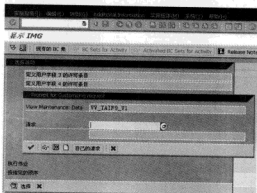

图 4-2 保存配置产生传输请求号
(1) 传输请求配置命令 SE09/SE10。在 SAP 系统中如果创建或修改了系统文件、配置、程序、表空间等参数信息后,在保存时系统会提示要求将所创建或修改的信息保存为一个传输请求号,如图 4-2 所示。其操作步骤如下。